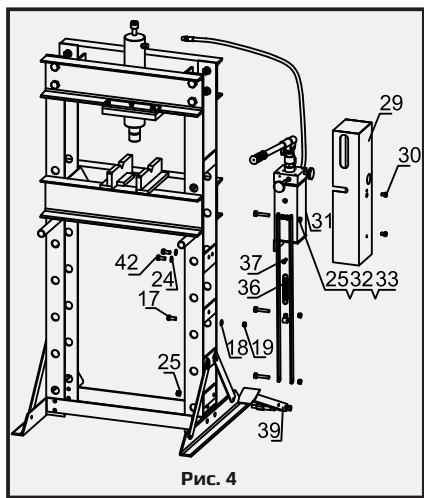

Рис. 4
4) Установите опорную плиту (12). Затем прикрепите гидроцилиндр (2) используя большую гайку (13). Зафиксируйте Станину пресса (15) с помощью опорных штифтов (16). После этого установите ложемент (14) на пресс.
5) закрепите насос (31) на раме с помощью болтов (42, 17), шайб (24, 18) и гайки (19). Установите пружину педали (36), зафиксируйте ее болтом (37). Присоедините педаль (39) к стойке рамы при помощи болта (25), затем присоедините ее к рукоятке, при помощи болта (25) и гаек (32,33). Прикрепите защитный кожух (29) к насосу с помощью болтов (30). Рис. 4.